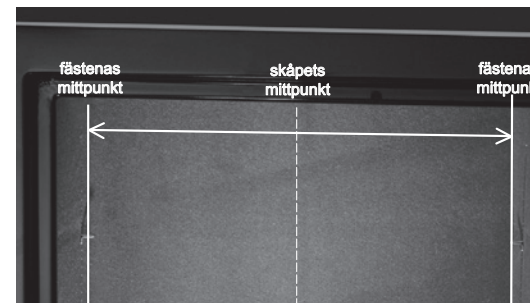

Bild 4. Mät noga upp avståndet mellan mittpunkterna för reglarna.
- 3) Märk upp mittlinjen inne i skåpet. Mät upp halva avståndet mellan reglarnas mittlinjer. Märk upp samma avstånd inne i skåpet så att du får reglarnas mittlinjer inne i skåpet (Bild 4).
- 4) Borra ett hål 5.08 från överdelen av skåpet i linjen för en av reglarna (Bild 4). Använd en märkpenna för att märka ut borrhålen. Använd en skarp kniv för att skära upp ett X-format hål på 5.08 x 5.08 cm vid märkningarna.